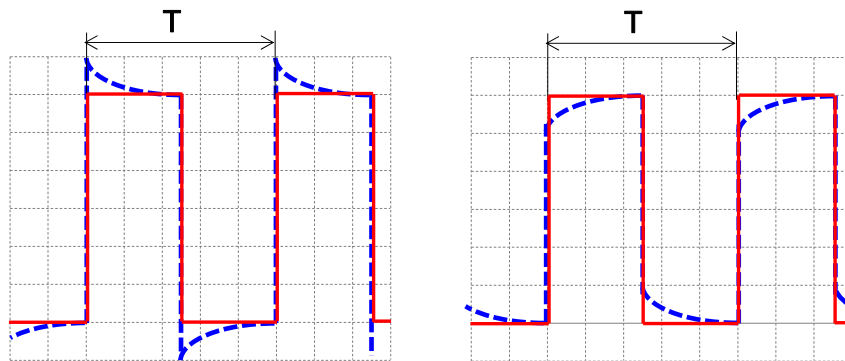
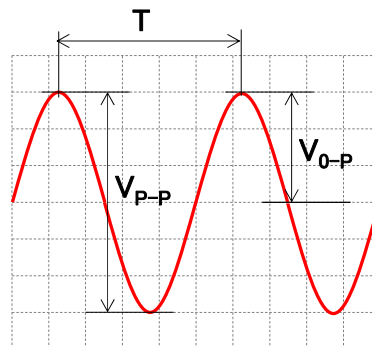

図7. コンデンサ調整不良の例(破線は調整不足なので、実線になるようにドライバで調整する)
図8. V_{P-P} と V_{0-P} の違い
- (3) PROBE ADJUST 端子(Cal.端子とも呼ぶ)に×10に設定したプローブ先端を接続し、プローブ出力を Scope1のCH1に入力する。プローブのGND端子は接続しなくてもよい。
- (4) オシロスコープの設定
- (5) 図7破線のように正しい矩形波(方形波またはパルス波とも呼ぶ)が表示されないときは、マイナスインドロバーでプローブ付属の同調可変トリマコンデンサの値を調整して波形のひずみを修正する。
- (6) Cal.端子に明記されている周波数と振幅の校正値をデータシート表1に記録する。
- (7) データシート1の要領で波形パラメータと画像を記録する。 V_{pp} は図8に示すように信号の最大値から最小値までの大きさを示す peak-peak 振幅であり、通常電気回路で使う V_{0-p} (GND-peak)振幅とは異なるので注意すること。CH1の POSITIONをまわして Peak-Peak 振幅が読みやすいように微調整する。VARIABLEをまわして周期が読みやすいように微調整する。
- (8) 同様にして ×1に設定した場合の波形も記録する。
- (9) 校正値と測定値がほぼ一致していることを確認できれば校正終了。